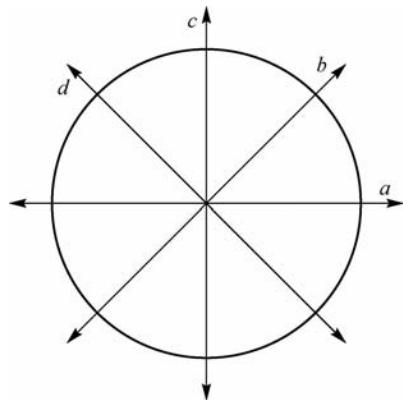
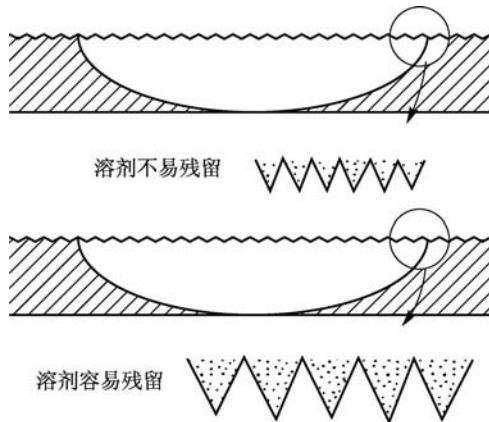

图 8-65 打磨机的移动方法
图 8-66 砂纸磨痕残留的影响
①选择打磨机和砂纸。如果修复的表面是大的平面或弧面, 选用圆头打磨机; 如果被修复的表面有棱线, 最好选用方头打磨机。粗磨时, 选 7 号打磨机, 配 P60~P80 砂纸; 细磨时, 配 P120~P240 砂纸。
②打磨的要领。将打磨机轻压在腻子层表面, 左右轻轻移动打磨机。
③如果填补面积很宽, 打磨时应注意, 打磨头的工作面应与腻子表面保持平行。打磨时不能施力过大, 应将打磨机轻轻压住, 靠旋转力进行打磨。若施力过大, 就不能形成平整表面。
④打磨机的移动方向如图 8-65 所示。先沿 *a* 所示方向左右运动, 随后沿 *b* 或 *d* 所示方向运动, 然后沿 *c* 所示方向上、下运动, 这样可以基本消除变形。最后再沿 *a* 所示方向左右运动一次, 消除变形效果更好。
⑤使用双动式打磨机打磨修补腻子的边缘交接处及其周围的旧涂层时, 砂纸采用 P240。使用小型往复式打磨机的目的是能够单手操作, 从而能运用手工打磨的要领进行作业, 这对于消除磨痕是很方便的。
(3) 手工打磨。对于板件的边缘或者拐角位置, 无法使用打磨机作业的部位, 需要进行手工打磨。手工打磨时, 一定要根据维修板件的形状和腻子的面积大小来选择合适的垫块。维修面积大, 则选大垫块; 维修面积小, 则使用小垫块。打磨平面时, 用垫块硬度高的塑料面; 打磨弧面时, 用有弹性的泡沫面。手工打磨垫的移动方法和使用打磨机相同。
①粗磨时, 选用 P60~P80 水磨砂纸; 细磨时, 选用 P240~P400 水磨砂纸。根据需要将砂纸裁成合适的大小。
②修补手工打磨砂纸磨痕。修补腻子表面的打磨痕迹, 最后一道工序是消除砂纸磨痕。如果砂纸磨痕较深, 二道浆涂料和面漆涂料中的溶剂就会从磨痕的凹处浸透, 一直到达旧涂层, 从而导致起泡等质量问题; 如果磨痕较浅, 凹陷处滞留的溶剂量少, 上述问题就不容易发生, 其原理如图 8-66 所示。